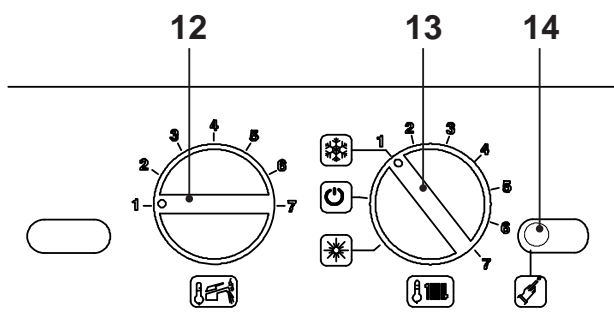
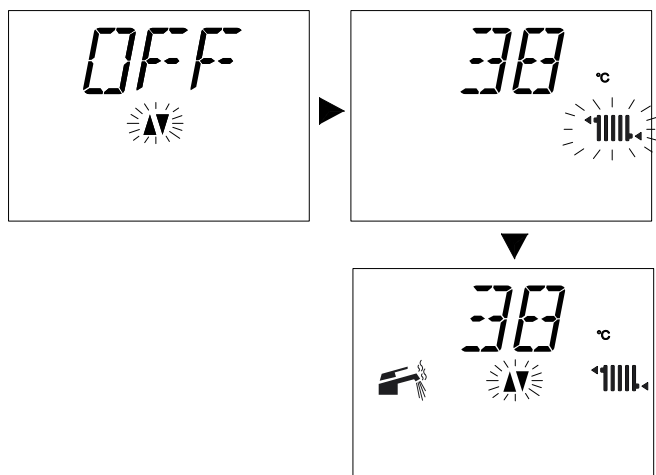

Fig. 6.5
Fig. 6.6
- Ruotare il selettore di funzione 13 come indicati in Fig. 6.5, la caldaia è nella funzione “attesa inverno” nel LCD comparirà l’indicazione visiva riportata nella Fig. 6.6.